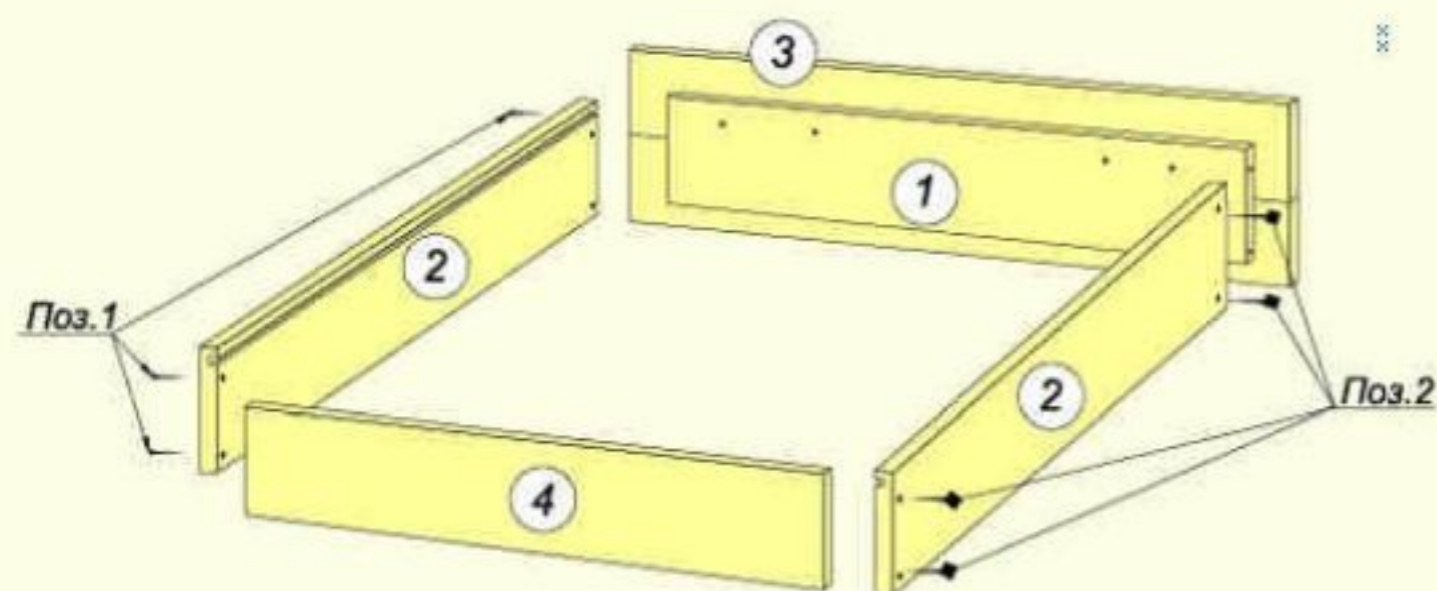

Рис.1
3. Сборку ящика следует начинать со сборки каркаса ящика из боковых стенок. Рис. 1.
а) к передней стенке ящика поз. 1 (скреплена с фасадом) с помощью двух саморезов 4х32 закрепите боковую стенку поз. 2 (см. рис. 1 расположение паза).